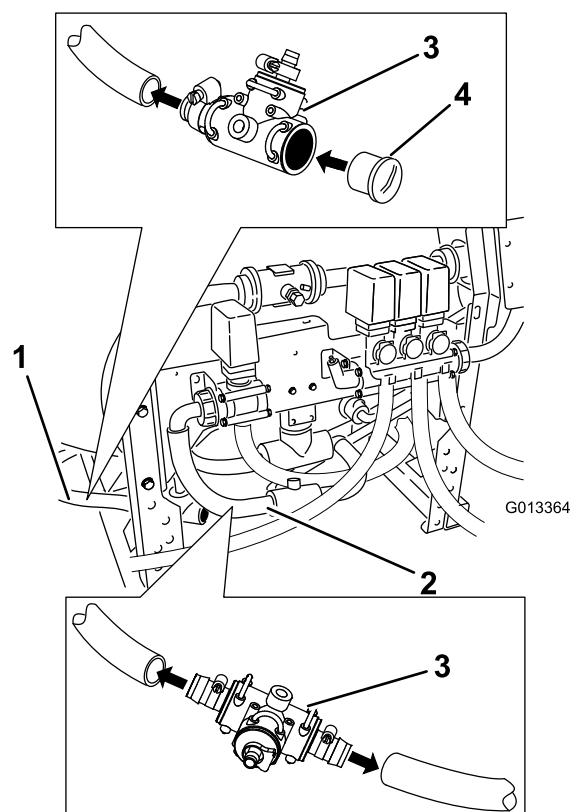

Bild 24
13. Setzen Sie das gerade, gezahnte Anschlussstück (S53) mit einem S53-T-Stück in ein Ende und mit einer S53-Schraube am anderen Ende ein. Setzen Sie kleinere gezahnte Anschlussstücke in die Oberseite ein (Bild 24). Befestigen Sie sie mit Befestigungen.
14. Schieben Sie die Schlauchklemme auf das offene Ende des Überlaufschlauchs. Schmieren Sie Flüssigseite auf das gezahnte Anschlussstück und schieben Sie das S53-T-Stück auf das offene Ende des Überlaufschlauches (Bild 24). Befestigen Sie ihn mit einer Schlauchklemme.